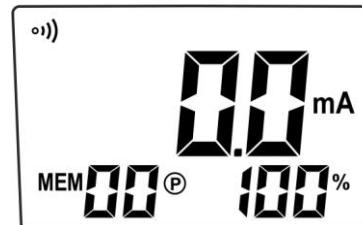

Abb. 24
2. Das Instrument zeigt die Meldung "**OL Ω**", da es automatisch in die Funktion Widerstandsmessung schaltet. Drücken Sie die Taste **▲A** kurz, um den Strom-Messbetrieb einzustellen. Die Bildschirmseite in der Abb. 24 erscheint.